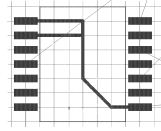

Рис. 47
- щелкнуть LB на кнопке  и в точках 118,75/82,5 и 121,25/85 (рис. 47);